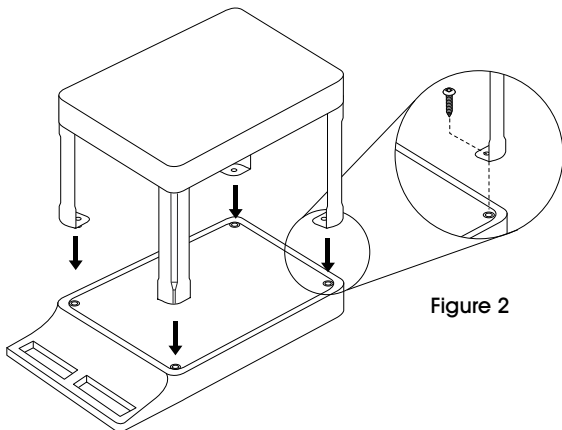

Figure 2
2. Flip bottom shelf over and screw supports into underside of top shelf using four screws. (See Figure 2)
2. Inversez la tablette inférieure et vissez les supports dans le dessous de la tablette supérieure avec quatre vis. (Voir Figure 2)